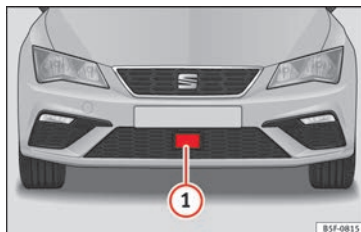

Fig. 208 No para-choques à frente: sensor de radar.
No para-choques dianteiro está montado um sensor de radar para captar a situação do trânsito » **Fig. 208** ①. Este sensor permite detetar veículos que circulem à frente, até uma distância de aproximadamente 120 m.